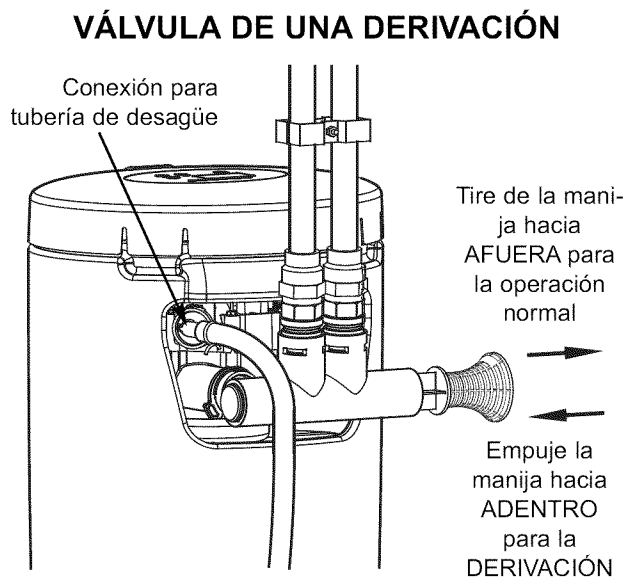

Figura 10
1. Mida, corte según la longitud necesaria y conecte el tubo de desagüe de 3/8 pulg. (se incluye) a la unión para desagüe de la válvula del sistema central de filtrado de agua para toda la casa. (Vea la Figura 10.) Mantenga la manguera en su sitio con una abrazadera.
1. Compruebe que la válvula de una derivación (o la válvula de 3 derivaciones, si se instala) esté en la posición de derivación, con la manija empujada hacia adentro. (Vea la Figura 10.)
4. Coloque la válvula o válvulas de derivación en la posición de operación normal, con la manija hacia afuera. (Vea la Figura 10.)